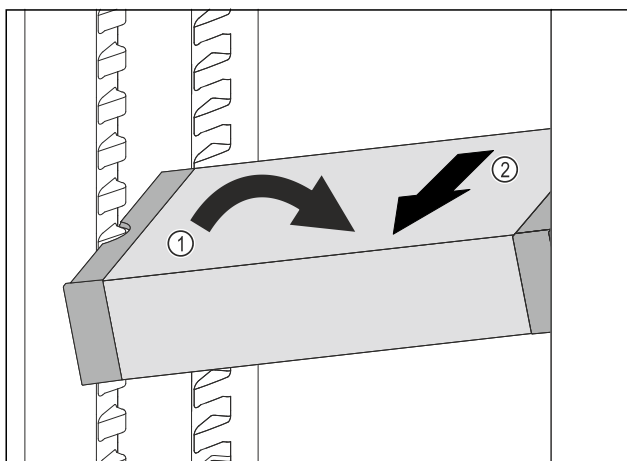

Fig. 142
- Incliner le VarioSafe dans la partie réfrigérateur. Fig. 142 (1)
- Sortir le tiroir VarioSafe par l'avant. Fig. 142 (2)